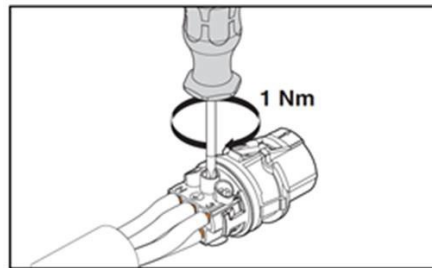

Abb. 16: Anziehen der Adern
- Ziehen sie die Schrauben am Kontaktträger mit 1 Nm an (Adern auflegen Abb. 16).